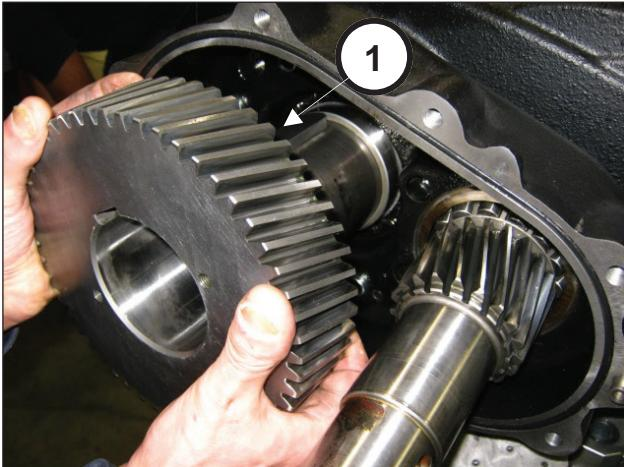
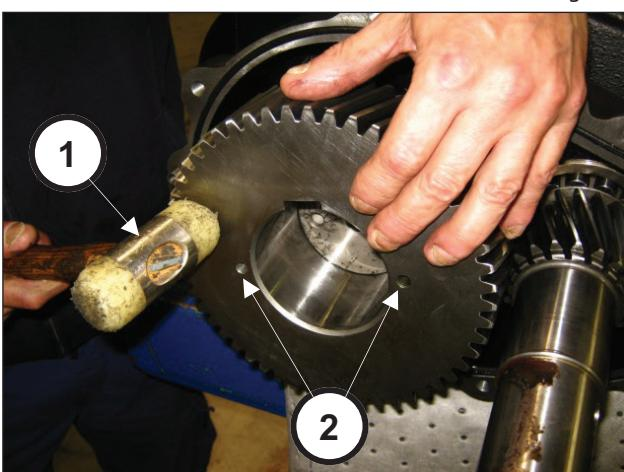

Fig. 66
Fig. 67
Inserire la corona sull'albero (pos. ①, Fig. 66) e portare a battuta mediante l'utilizzo di una massa battente (pos. ②, Fig. 67).
La corona deve essere montata assicurandosi che i due fori M8 (da utilizzarsi per l'estrazione) risultino rivolti verso l'esterno della pompa (pos. ②, Fig. 67).